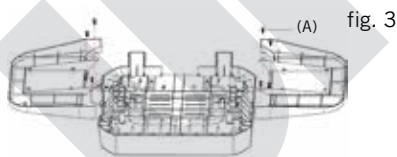

fig. 3
6. Presione ahora las bandejas laterales [8] en los soportes correspondientes de la carcasa de la parrilla [9], tal como se muestra en la fig. 3. Tenga en cuenta que ambas piezas solo se pueden fijar en un lado cada una. La bandeja lateral con los ganchos pequeños se debe fijar en el lado izquierdo de la carcasa. Alinee los orificios para tornillos de la bandeja lateral correspondiente con los orificios de la carcasa y fije las piezas con los tornillos 8 ST 4x12 (A) suministrados.